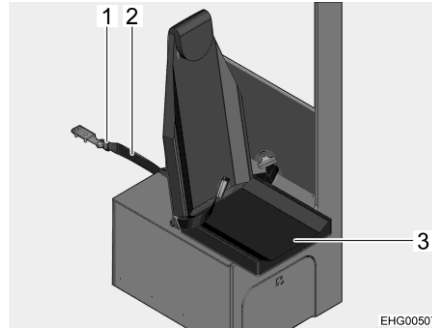

Fig. 31 Retención del asiento de enchufe
- Enchufar el cinturón de retención (Fig. 31,2) en la hebilla (Fig. 31,1).
- Plegar la superficie de asiento (Fig. 31,3) hacia abajo.